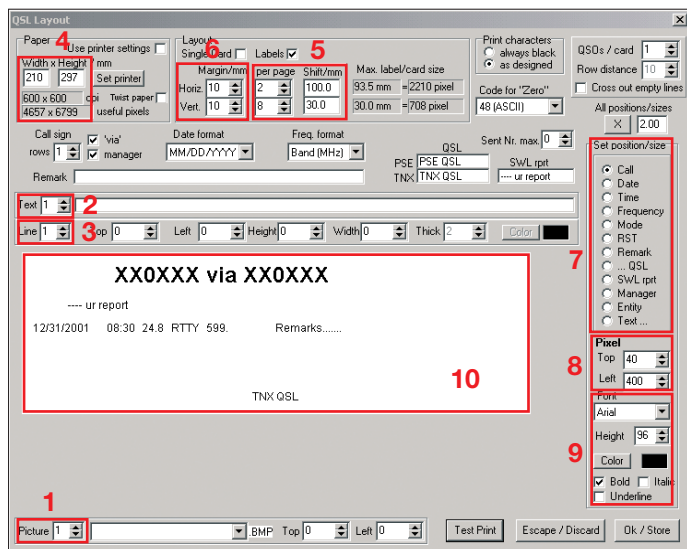

Bild 1:
Bild 1 zeigt das Entwurfsfenster im Auslieferungszustand der Software. Beim Label-Druck sind hier keine herstellerabhängigen Typen, sondern Blattabmessungen (4) und Spaltenzahl sowie Anzahl pro Spalte (5) einzugeben. So können beliebige Formate verarbeitet werden. Sollten zusätzliche Ränder links oder oben erforderlich sein, ist auch das kein Problem (6). Besonders pfiffig: Wurde beim vorangegangenen Ausdruck ein Blatt nicht komplett bedruckt, ist es möglich, den aktu-